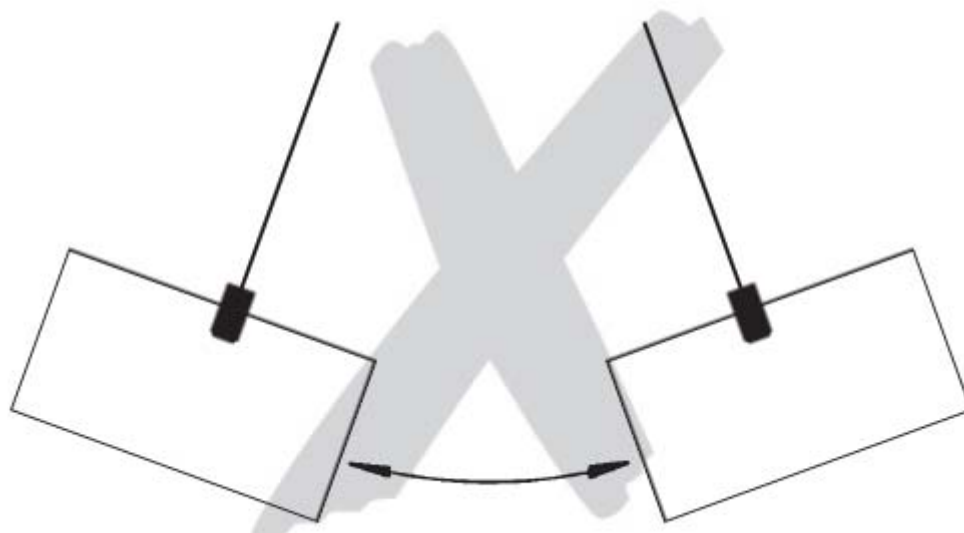

Fig. 1
- Under transport av lasten bør man prøve å unngå pendelbevegelse (fig. 1) og sammenstøt med hindringer.